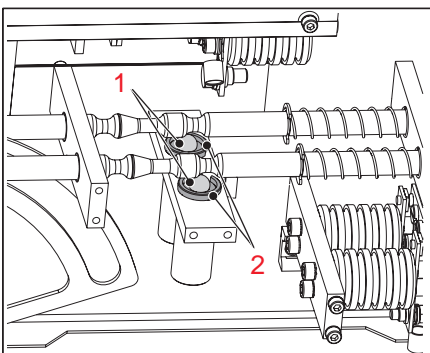

Bild 25
2. Wenn sich die Sprungmechanik der Kontaktbrücke trotz Durchführung der vorgenannten Wartungsschritte nur träge und langsam bewegt, die Kugeln (1) und die Kugelaufnahme (2) mit Spezialfett BARRIERTA I SL/OX fetten, siehe **Bild 25**.